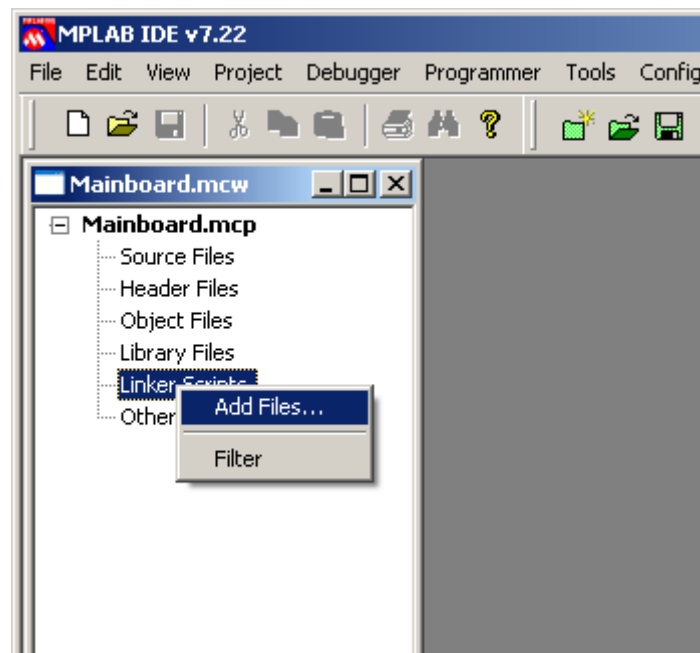

FIGURE 35 – Ajout du script du linker dans MPLAB IDE
5. Il nous faut ensuite ajouter le fichier de script du linker qui correspond au PIC pour lequel on écrira le programme (18f452.lkr dans notre cas), en cliquant du bouton droit de la souris sur l'intitulé « Linker Scripts » du volet contenant les fichiers du projet, comme illustré figure 35. Les fichiers .lkr se trouvent dans le sous-répertoire lkr du répertoire d'installation de MPLAB C18 (par exemple, C:\mcc18\lkr) ;